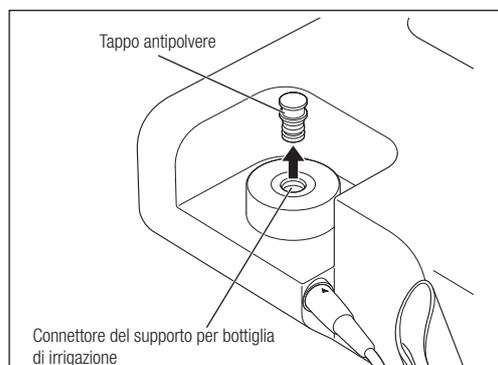

Fig. 12
- 1) Rimuovere il tappo antipolvere dal connettore del supporto per bottiglia di irrigazione (Fig. 12).